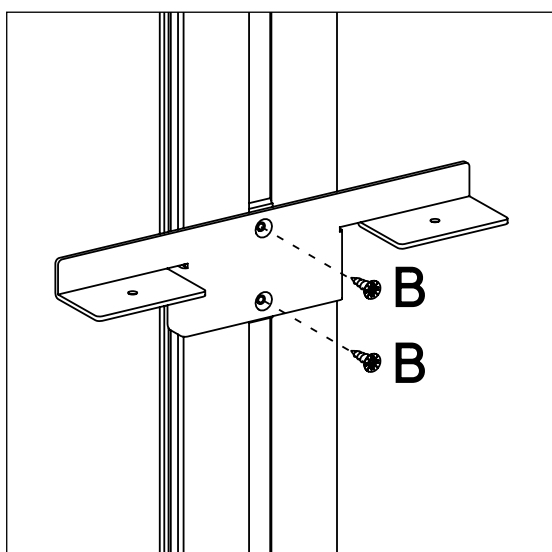
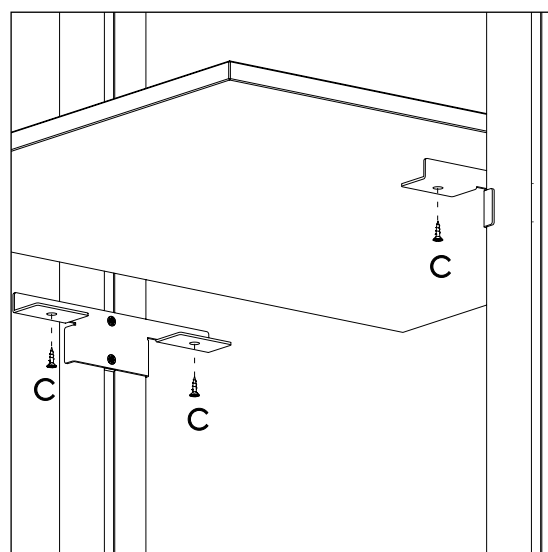

РИС. 8
РИС. 9
Закрепите полкодержатели SPC-06 через монтажные планки SPC-03 при помощи саморезов (B) 3x13 в основной профиль SPC-08 Рис. 8. Установите полку на полкодержатели SPC-06 и закрепите её при помощи саморезов (C) 3x16 Рис. 9